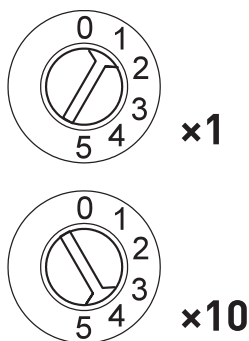

Рисунок 2. Адрес 41.
- 3.3. Установите DALI-адрес, соответствующий адресу управляемого диммера. Адрес устанавливается двумя вращающимися переключателями. Первым переключателем устанавливаются единицы, вторым — десятки. На Рис. 2 показан пример установки адреса 41. Максимально возможное количество адресов и устройств на шине DALI — 64 адреса.